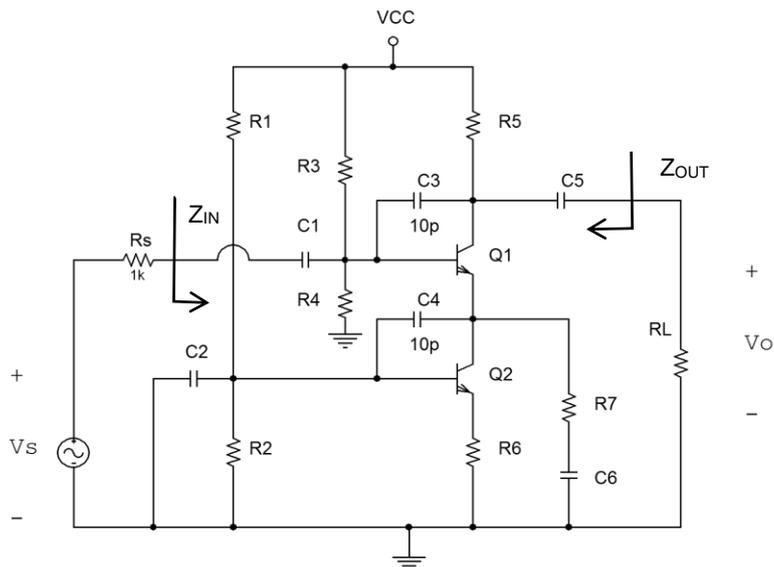

fig 1: Configuração Emissor Comum
- Circuito da fig.1, sendo: $V_{CC}=15\text{ V}$, $Q_1=Q_2=BC546B / 547B / 548B$, $C_3=C_4=10\text{pF}$ e $V_{CEQ2}=1,5\text{V}$.
- Projetar o amplificador EC da fig. 1 atendendo às especificações e escolhendo valores comerciais para os componentes;
- Observar que as diferenças entre os circuitos das fig.1 e fig.2 estão apenas nas ligações dos capacitores C1, C3 e C4.
- Para o circuito da fig. 1: